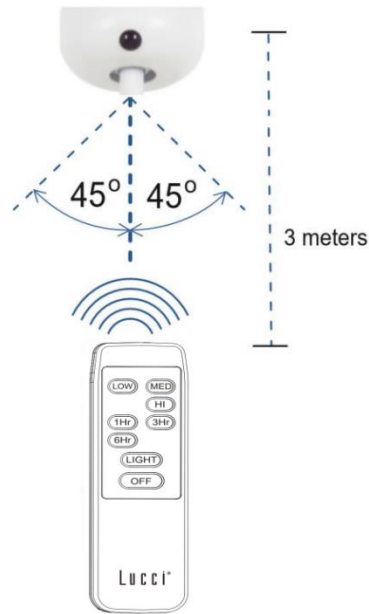

Figura. 11
**Ubicación / distancia efectiva para el mando a distancia de IR (Figura 11)**